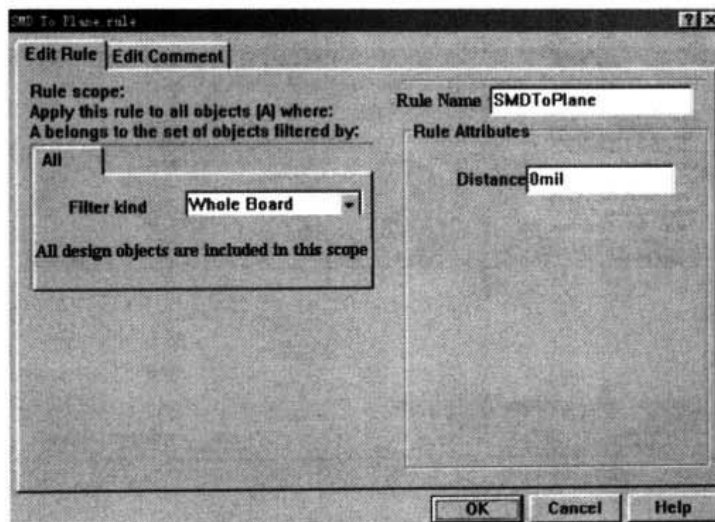

图 10-93 SMD To Plane rule 设置对话框
- **SMD To Plane Constraint:** SMD 到地电层的距离。该规则设置从 SMD 元件表面到电源层上过孔或焊盘的导线的最小长度。该规则的 SMD To Plane Rule 设置对话框, 即如图 10-93 所示。在 Distance 处, 输入设置值。